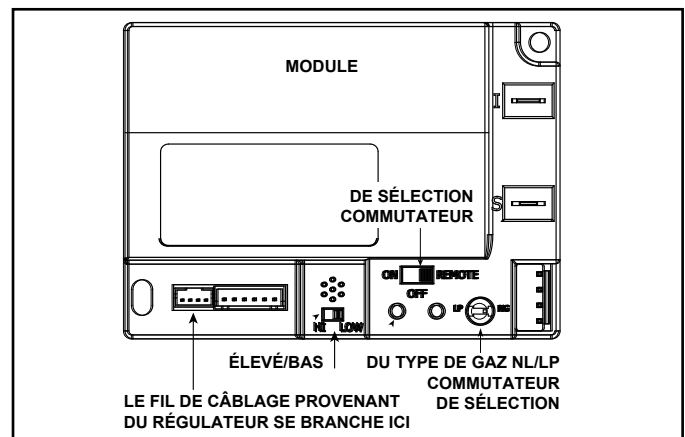

Figure 3.3 Module de commande
- Placez le module de l'interrupteur à « OFF » (figure 3.3) pour désactiver tous les contrôles du foyer, ou
L'émission de chaleur peut être contrôlée en utilisant le réglage « HI/LOW » du module de commande. Voir la figure 3.3.
1. Le module de commande est muni d'un commutateur de sélection « ON/OFF/REMOTE » qui doit être réglé. Voir la figure 3.3.
2. Avec le module en mode « REMOTE », la hauteur des flammes peut être ajustée au moyen du commutateur de sélection « HI/LO » du module. Voir la figure 3.3. Notez que le module de commande allume toujours le foyer à « HI » et continue à utiliser ce réglage pendant les 10 premières secondes de fonctionnement. Si le commutateur « HI/LO » est en position « LO », la hauteur de flamme se réglera automatiquement au